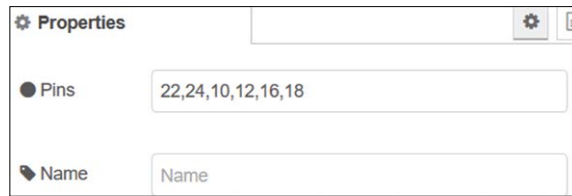

Figure 6.49 Configuration du nœud *rpi lcd*
- Créer la **rpi lcd** node. Configurer le nœud comme indiqué dans la figure 6.49.